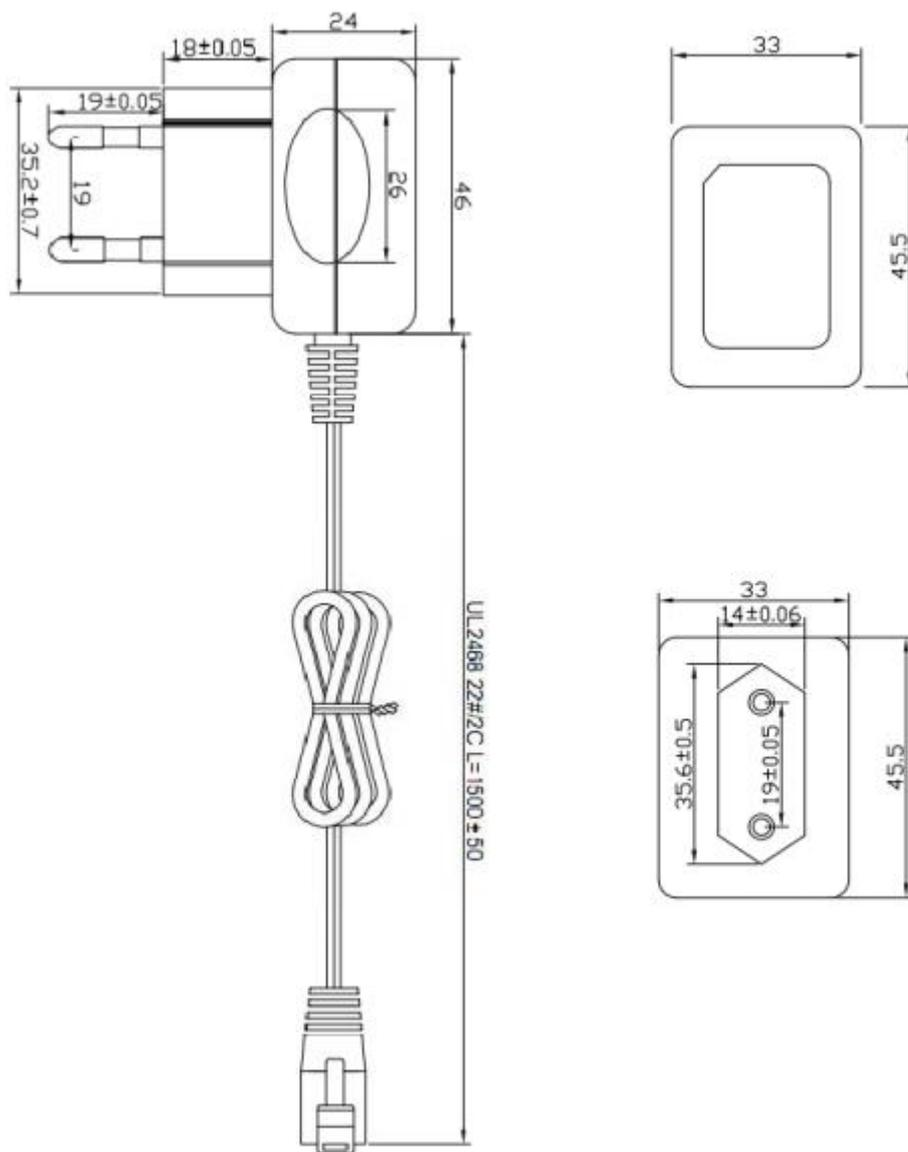

Рис. 1 Габаритный чертёж блока питания
7.1 Размеры корпуса блока питания: 46 x 33 x 24 мм (длина/ширина/высота). Габаритный чертёж приведён ниже на рис. 1.